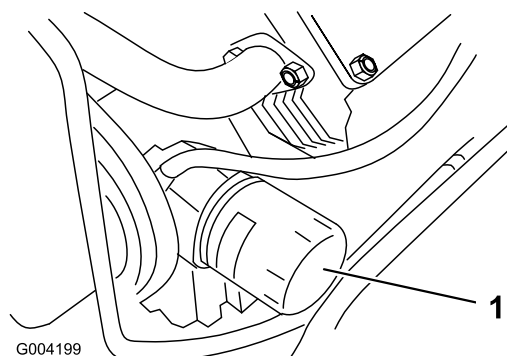

Рисунок 33
- Извлеките старый фильтр (Рисунок 33) и протрите поверхность прокладки адаптера фильтра.